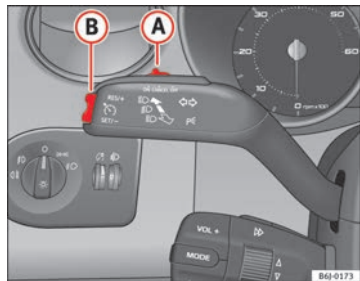

Fig. 126 Levier des cli-gnotants et des feux de route : commande et touche basculante pour régulateur de vitesse
- Lorsque la vitesse à mémoriser est atteinte, appuyez une fois brièvement sur la partie inférieure de la commande à bascule **SET** ⇒ fig. 126 **B**.
- Appuyez sur la partie supérieure de la touche basculante **RES** ⇒ fig. 126 **B** pour augmenter la vitesse. Tant que vous maintenez enfoncée la commande à bascule, le véhicule accélère.
- Appuyez sur la partie inférieure de la commande à bascule **SET-** ⇒ fig. 126 **B** pour réduire la vitesse. Le véhicule réduira la vitesse en décélérant automatiquement tant que la touche est enfoncée. Lorsque vous lâchez la commande à bascule, la nouvelle vitesse est mémorisée.
Si vous diminuez la vitesse mémorisée en appuyant sur la pédale de frein, le régulateur se désactive. Vous pouvez réactiver le régulateur en appuyant une seule fois sur la partie supérieure **RES+** de la commande à bascule ⇒ fig. 126 **B**. ■